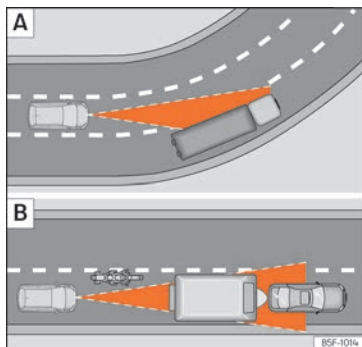

Abb. 162 [A] Fahrzeug in einer Kurve. [B] Vorausfahrender Motorradfahrer außerhalb des Erfassungsbereichs des Radarsensors.
Es ist möglich, dass die ACC das vorausfahrende Fahrzeug in der Kurve nicht erkennt oder die Entfernung mit Fahrzeugen, die sich auf anderen Fahrspuren befinden, einstellt »» **Abb. 162** [A].
- Versetzt fahrende Fahrzeuge oder Fahrzeuge, die außerhalb des Erkennungsbereichs des Sensors fahren, z. B. Motorräder. »» **Abb. 162** [B]